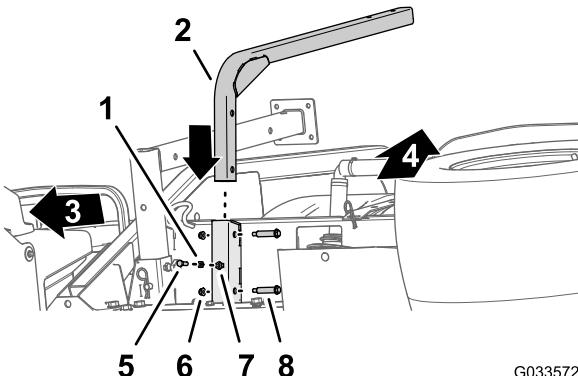

Bild 46
1. Fluchten Sie das Stützrohr für den Frischwasserbehälter mit dem Kanal der Behälterstütze aus (Bild 46).
2. Fluchten Sie die Löcher im Stützrohr mit den Löchern im Kanal aus (Bild 46).
3. Befestigen Sie das Rohr mit zwei Ansatzschrauben (1/2" x 1-15/16") und zwei Sicherungsbundmuttern (5/16") am Kanal (Bild 46).
5. Schrauben Sie die Klemmmutter (5/16") in die Schraube (5/16" x 1"), wie in Bild 46 abgebildet.
6. Schrauben Sie die Schraube (5/16") und Klemmmutter auf die Schweißmutter unten am Behälterstützkanal und ziehen die Schraube und Klemmmutter mit der Hand an (Bild 46).